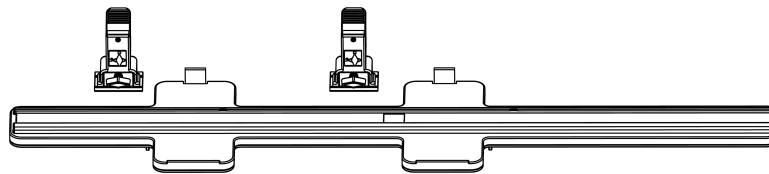

Figure 4: SAPIEN Stabilizer Rail System ■ Figure 4 : Système de rail pour stabilisateurs SAPIEN
■ Abbildung 4: SAPIEN Stabilisatorschienensystem ■ Figura 4: Sistema estabilizador sobre riel SAPIEN
■ Figura 4: Sistema guida con stabilizzatori SAPIEN ■ Afbeelding 4: SAPIEN stabilisatorbevestigingssysteem
■ Rysunek 4: System prowadnicy do stabilizatorów SAPIEN ■ Figur 4: SAPIEN stabilisatorskinnesystem